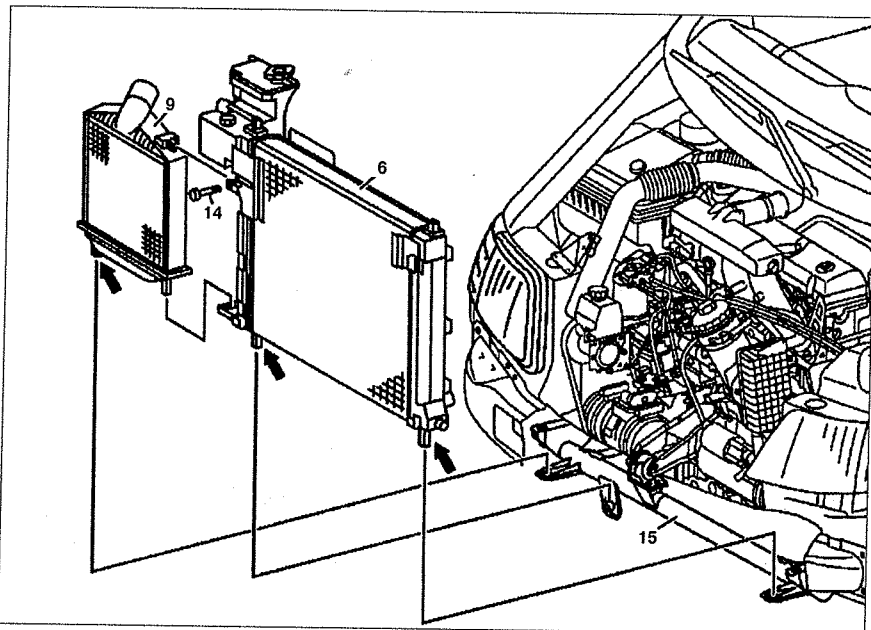

Рис. 4.35. Радиатор:
14. Извлеките радиатор 6 вместе с конденсатором и радиатором сжатого воздуха 9 вверх (см.рис.4.35).